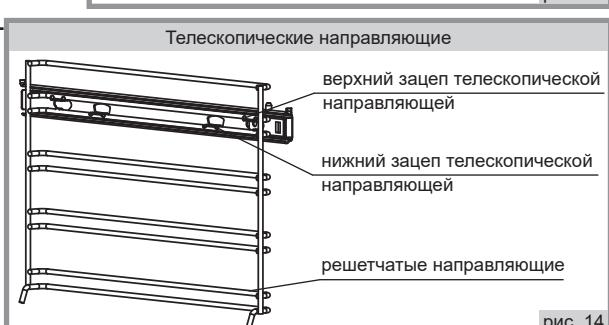

рис. 14
19.4.2. Для снятия телескопических направляющих нужно (рис. 14):